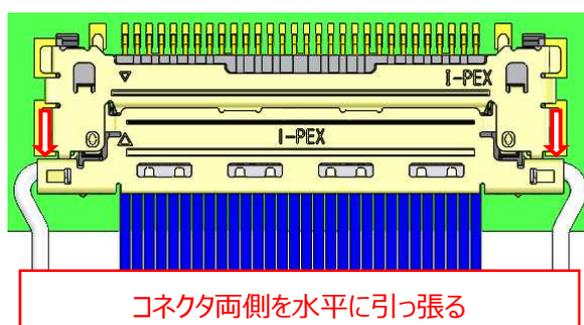

図 14
- ② 抜去の際は、図 14 様にプラグコネクタの両側を水平に引っ張ってください。